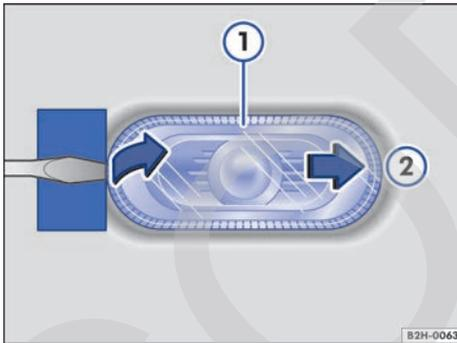

Fig. 180 Desmontar la luz de giro lateral.
2. Introduzca la hoja plana del destornillador de las herramientas de a bordo en el lado de la luz de giro lateral más próxima a la parte trasera del vehículo ⇒ fig. 180 ⇒ (1).